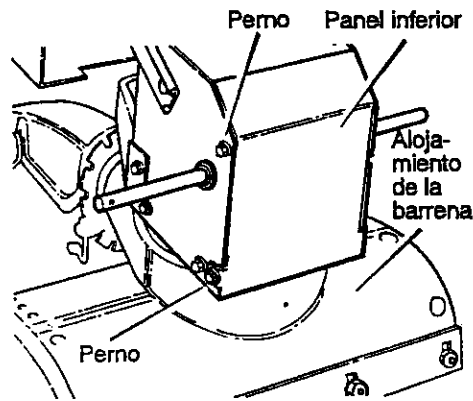

Figura 79
3. Afloje los pernos a cada lado del panel inferior (Figura 79).